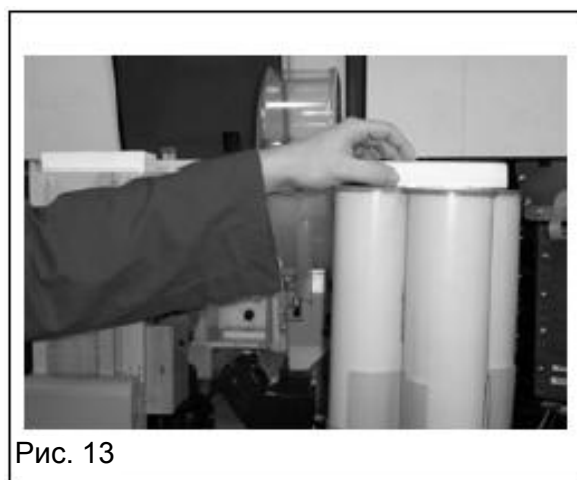

Рис. 13
- Снимите полистирол с внутренних деталей (рис. 13)